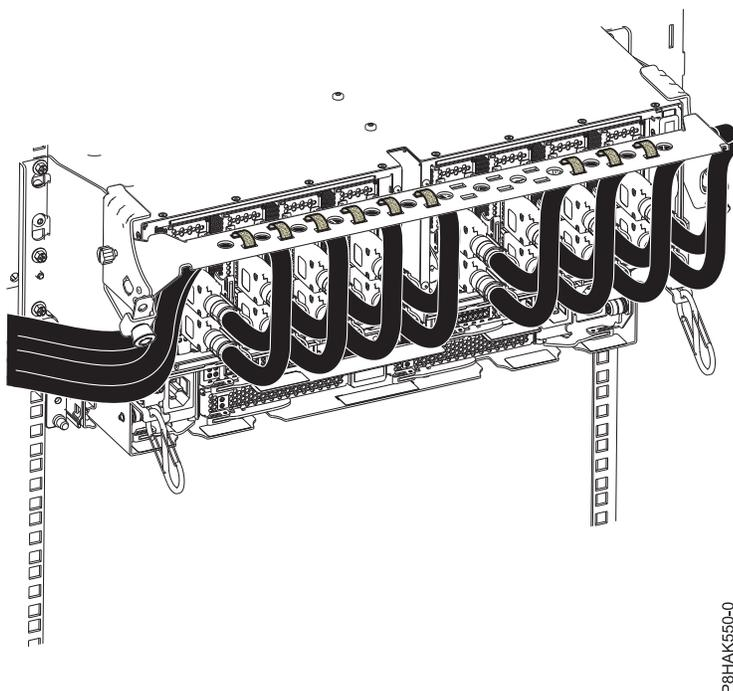

図 11. ケーブル管理ブラケットへのケーブルの配線
5. CXP、拡張ドロワー・ケーブル、および入出力 (I/O) ケーブルをケーブル管理ブラケットまで配線します。12 ページの図 11を参照してください。
- f. 面ファスナーを使用して、12 ページの図 11 に示すようにバルク・ワイヤーとケーブル・ファイバーをケーブル管理ブラケットまで配線します。